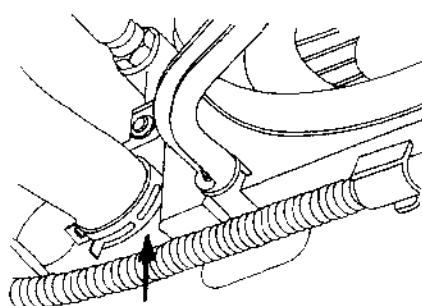

图 2-5 拆下散热器下水管
(7) 松开散热器下水管夹箍，拔下散热器的下水管，放出冷却液，如图 2-5 所示。